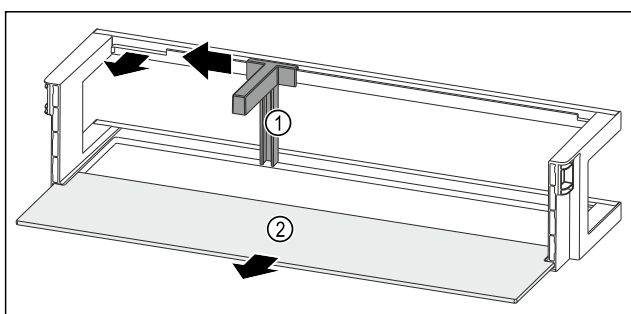

Fig. 147 Дверная полка с держателем для бутылок и съемной полкой
- ▶ Сместите держатель для бутылок Fig. 147 (1) до выемки в сторону.
- ▶ Извлеките держатель для бутылок Fig. 147 (1).
- ▶ Извлеките съемную полку Fig. 147 (2).